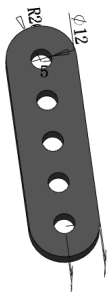

图 11-21 底座零件
- 2) 选择菜单栏中的“插入”→“零部件”→“现有零件/装配体”命令，插入已绘制的名为“底座”文件，并调节视图中零件的方向。底座零件的尺寸如图 11-21 所示。